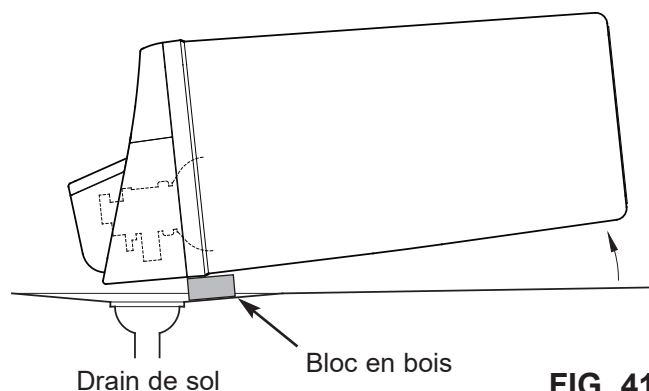

FIG. 41
6. Placez un bloc de 5 cm d'épaisseur près du drain de sol (consultez la figure 41).